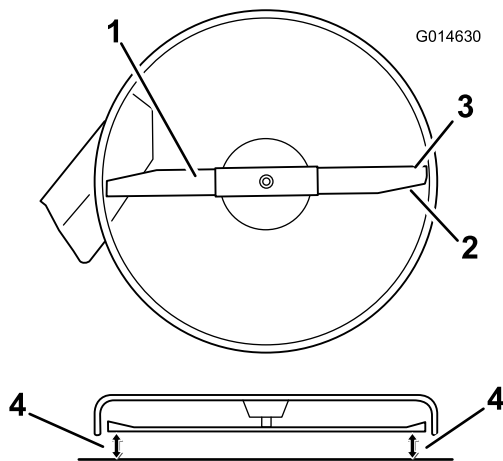

Figura 49
4. Gire cuidadosamente las cuchillas hasta que estén todas orientadas lateralmente (Figura 49).
5. Mida entre los filos de corte exteriores y la superficie plana (Figura 49). Si hay una diferencia de más de 5 mm entre ambas dimensiones, se requiere un ajuste; siga con este procedimiento.